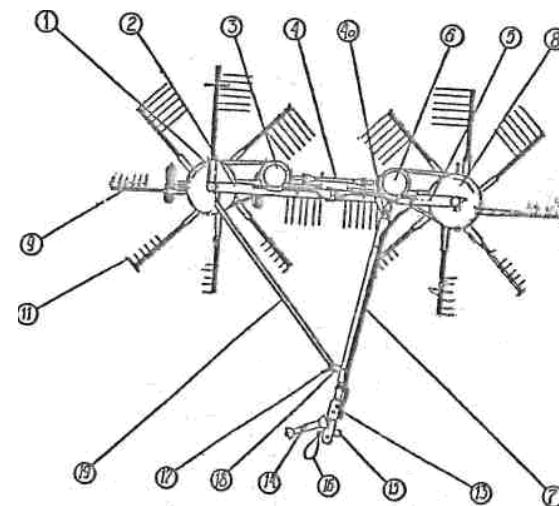

Рис. 1. Грабли-ворошилки (рабочее положение)
2.4.1. Грабли (рис. 1) состоят из левого 8 и правого 1 роторов, левой 5 и правой 2 секции, прицепа 7, раскос 19, цилиндрического 13 и конических левого 6 и правого 3 редукторов, карданных передач 4 и 4а, карданного вала для передачи крутящего момента от ВОМ трактора 14,
Прицеп (рис. 1) предназначен для присоединения граблей к трактору. Прицеп представляет собой сварную конструкцию из трубы круглого сечения, внутри которой проходит, карданная передача привода роторов. Прицеп крепится к левой секции. При отсоединении от трактора в рабочем положении прицеп устанавливается на выдвижную опору 15. На передней части прицепа закреплен страховочный трос 16. На прицепе закреплен маслопровод и кронштейн 17 присоединения растяжки 19.
Раскос 19 (рис. 1) предназначена для выравнивания и удерживания правого ротора в рабочем положении. Раскос присоединяется к снице штырем 18. При транспортировке раскос отсоединяется от сницы и крепится на кронштейне на левой поперечине.
Ограждения 11 (рис. 1) предназначены для предотвращения свободного доступа к граблям при вращающихся роторах во избежание несчастных случаев.
4.3.2. Установите грабли в рабочее положение (см. рис. 1). Для этого 5 соедините с раскосом. 6. Опору прицепа установите в выдвинутое положение.
4.3.11. Установите на цилиндрическом редукторе и зафиксируйте карданный вал 14 (рис. 1) привода граблей и присоедините к ВОМ трактора.
Левый ротор опустите прицепным устройством трактора так, чтобы колесо левого ротора касалось поверхности почвы. Отсоедините прицеп от рамы (штырь у левого ротора) (рис. 7) и повернув руль трактора влево, задним ходом переведите грабли в рабочее положение. Присоедините к раме раскос 6 (рис. 1).